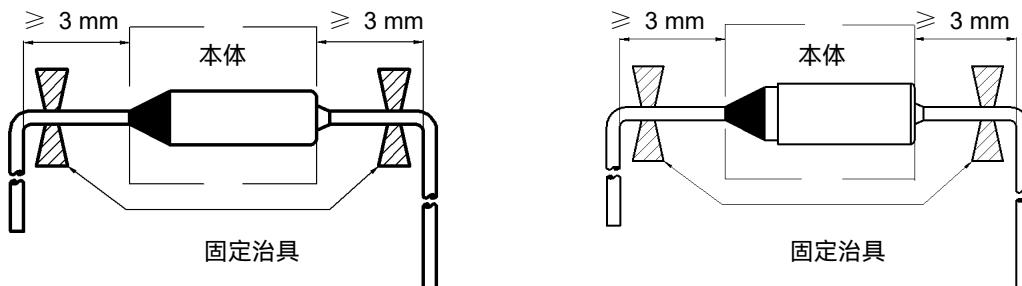

图1
- 引线应在距离温度保险丝本体5 mm或以上的地方弯折（参考图1）。